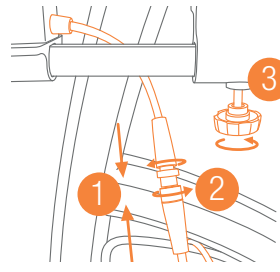

Abbildung 5: Verbinden Sie (1&2) und schrauben (3) Sie die Steuerung fest.
- c. Schließen Sie das Kabel (wieder) an **(Abbildung 5)** und ziehen Sie das Steuergerät durch Drehen des Knopfes fest.